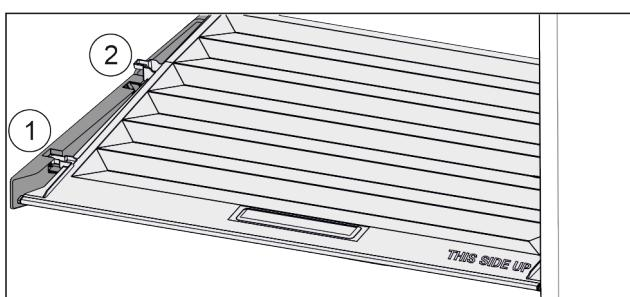

Fig. 94
- Pokrov povlecite naprej Fig. 94 (1) do odprtine v držalnih delih.
- Zadaj ga od spodaj dvignite in odstranite Fig. 94 (2) navzgor.